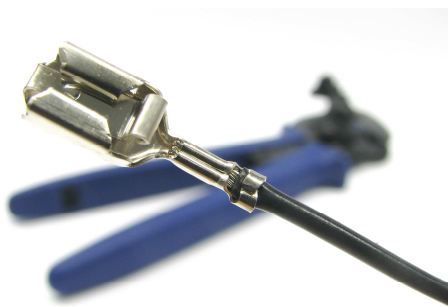

Abbildung 7
4. Zum Schluss wird der Handgriff wieder geöffnet und das Kabel mit dem angeschlagenen Kontakt kann entnommen werden (siehe Abbildung 7).